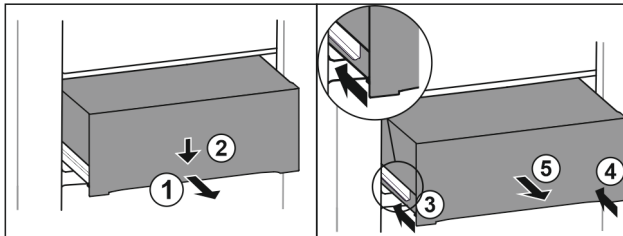

Fig. 106
- Lade er half uittrekken. Fig. 106 (1)
- Schuiflade aan de voorzijde omlaag drukken. Fig. 106 (2)
- Linker rail ca. 2 cm inschuiven. Fig. 106 (3)
- Rechter rail ca. 2 cm inschuiven. Fig. 106 (4)
- Lade naar voren toe verwijderen. Fig. 106 (5)